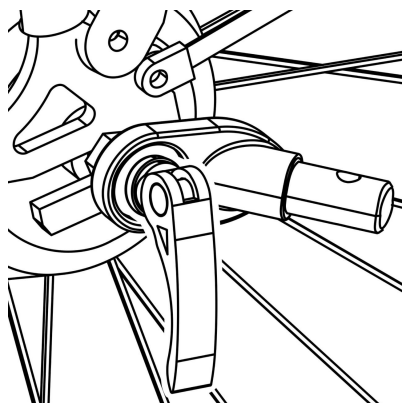

Figura 12
1. Eje de liberación rápida: Retire el mecanismo de liberación rápida del lado izquierdo del eje trasero de la bicicleta. Instale el enganche entre el cierre rápido y el marco. Apriete el cierre rápido siguiendo el manual del fabricante de la bicicleta. El enganche puede permanecer en la bicicleta cuando se retira el remolque (Figura 12).